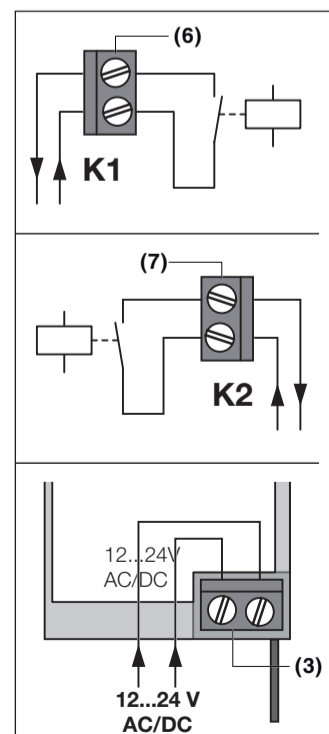

Fig. 3
3.1 Connecting the receiver (Fig. 3)
3.1 Raccordement du récepteur (fig. 3)